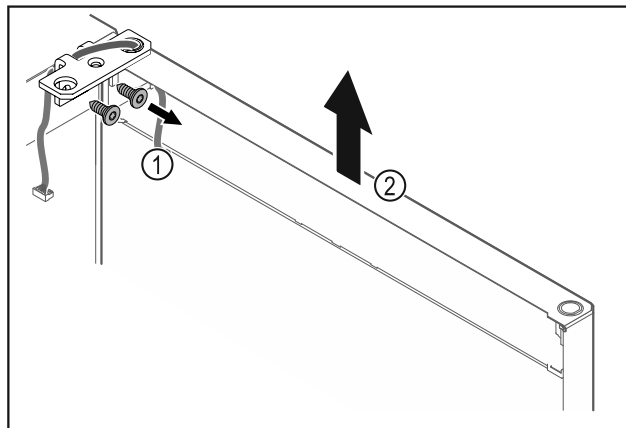

Fig. 23
- ▶ Odkręcić zawias Fig. 23 (1).
- ▶ Drzwi wraz z zawiasem należy podnieść prosto do góry o ok. Fig. 23 (2) circa 200 mm i zdjąć.